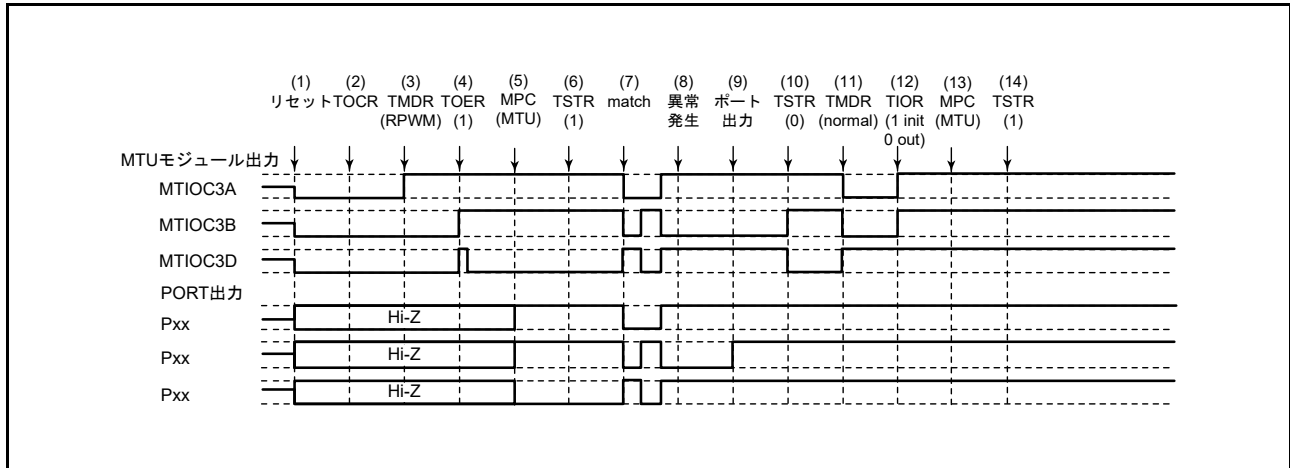

図 23.141 リセット同期 PWM モードで異常が発生し、ノーマルモードで復帰する場合
リセット同期 PWM モードで異常が発生し、再設定後ノーマルモードで再スタートする場合の説明図を図 23.141 に示します。
(1) ~ (10) は図 23.141 と共通です。
(11) PWM モード 1 を設定してください (MTU 出力は正相側が Low、逆相側が High となります)。
(12) TIOR レジスタで端子を初期化してください。なお、PWM モード 1 では MTIOCnB (MTIOCnD) 端子に波形が出力されません。出力すべきレベルがある場合は、I/O ポートのポート方向レジスタ (PDR)、ポート出力データレジスタ (PODR) で汎用出力ポートの設定をしてください。
(13) MPC と I/O ポートのポートモードレジスタ (PMR) で MTU 出力としてください。
(14) TSTR レジスタで再スタートします。
(28) リセット同期 PWM モードで動作中に異常が発生し、相補 PWM モードで再スタートする場合の動作
- (11) TOER レジスタで MTU3、MTU4 の出力を禁止してください。
- (12) TOCR レジスタで相補 PWM モードの出力レベルと周期出力の許可 / 禁止を選択してください。
- (13) 相補 PWM を設定します (MTU の周期出力端子は Low になります)。
- (14) TOER レジスタで MTU3、MTU4 の出力を許可してください。
- (15) MPC と I/O ポートのポートモードレジスタ (PMR) で MTU 出力としてください。
- (16) TSTR レジスタで再スタートします。
(29) リセット同期 PWM モードで動作中に異常が発生し、リセット同期 PWM モードで再スタートする場合の動作
(11) MPC と I/O ポートのポートモードレジスタ (PMR) で MTU 出力としてください。
(12) TSTR レジスタで再スタートします。
(13) コンペアマッチの発生によりリセット同期 PWM 波形を出力します。